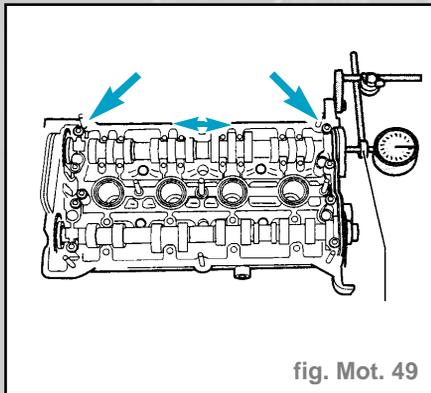

fig. Mot. 49
- Fixer le support de comparateur universel **VW 387** avec le comparateur sur la culasse (fig. mot. 49).